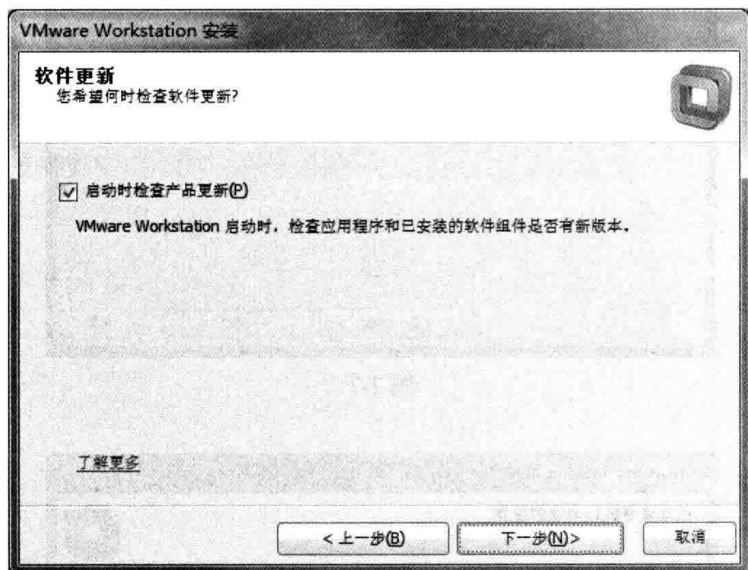

图 2-5
(5) 目标文件夹位置设置成功后, 进入“软件更新”设置对话框, 默认情况下“启动时检查产品更新”复选框被勾选, 在安装时最好取消勾选。然后单击“下一步”按钮, 如图 2-5 所示。